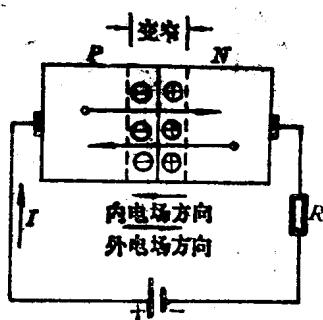

图1-12 PN结加正向电压
如果在PN结上加正向电压，即外电源的正端接P区，负端接N区（见图1-12）。由图可见，外电场与内电场的方向相反，因此，扩散与漂移运动的平衡被破坏。外电场驱使P区的空穴进入空间电荷区抵消一部分负空间电荷，同时N区的自由电子进入空间电荷区抵消一部分正空间电荷。于是，整个空间电荷区变窄，内电场被削弱，多数载流子的扩散运动增强，形成较大的扩散电流（正向电流）。在一定范围内，外电场愈强，正向电流（由P区流向N区的电流）愈大，这时PN结呈现的电阻很低。正向电流包括空穴电流和电子电流两部分。空穴和电子虽然带有不同极性的电荷，但由于它们的运动方向相反，所以电流方向一致。外电源不断地向半导体提供电荷，使电流得以维持。
- 1-1-5 在图1-12中，若将外加直流电源换成正弦交流电源，PN结上将会流过什么样的电流？